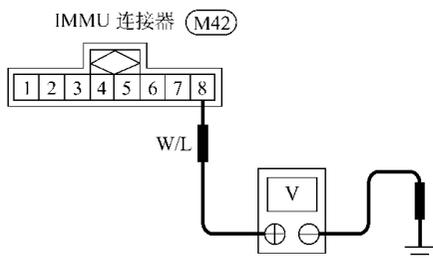
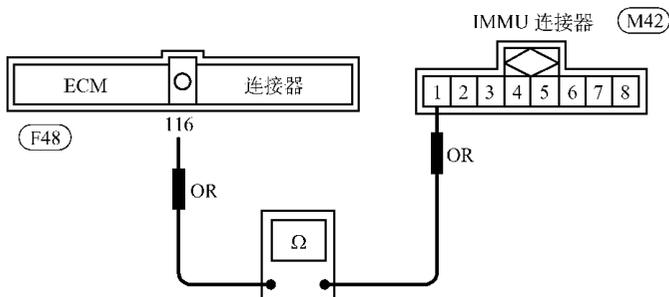

图 3-7 检查 IMMU 供电电路
图 3-8 检查通信电路
①断开 IMMU 连接器。
②如图 3-7 所示,用 CONSULT- II 诊断仪或万能表测量 IMMU 端子 8 与搭铁之间的电压,应为蓄电池电压。否则,检查 15A 熔丝(No.59 位于熔丝盒)和熔丝与 IMMU 连接器之间的线束是否断路或短路。
①接通点火开关。
②用 CONSULT- II 诊断仪或万能表测量 IMMU 端子 7 与搭铁之间的电压,应为蓄电池电压。否则,检查 15A 熔丝(No.21,位于熔丝盒)和熔丝与 IMMU 连接器之间的线束是否断路或短路。
①关闭点火开关。
②检查 IMMU 端子 4 与搭铁之间的线束导通性,应导通。否则,修理线束。
①断开 ECU 连接器。
②如图 3-8 所示,检查 ECU 端子 116 与 IMMU 端子之间线束的导通性,应导通。否则,修理线束或连接器。